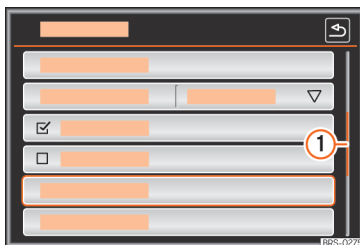

Abb. 179 Listeneinträge eines Einstellungs-menüs.
Auf der rechten Seite befindet sich die Scroll-Leiste, deren Größe von der Anzahl der Listeneinträge abhängt »» Abb. 179 ①.